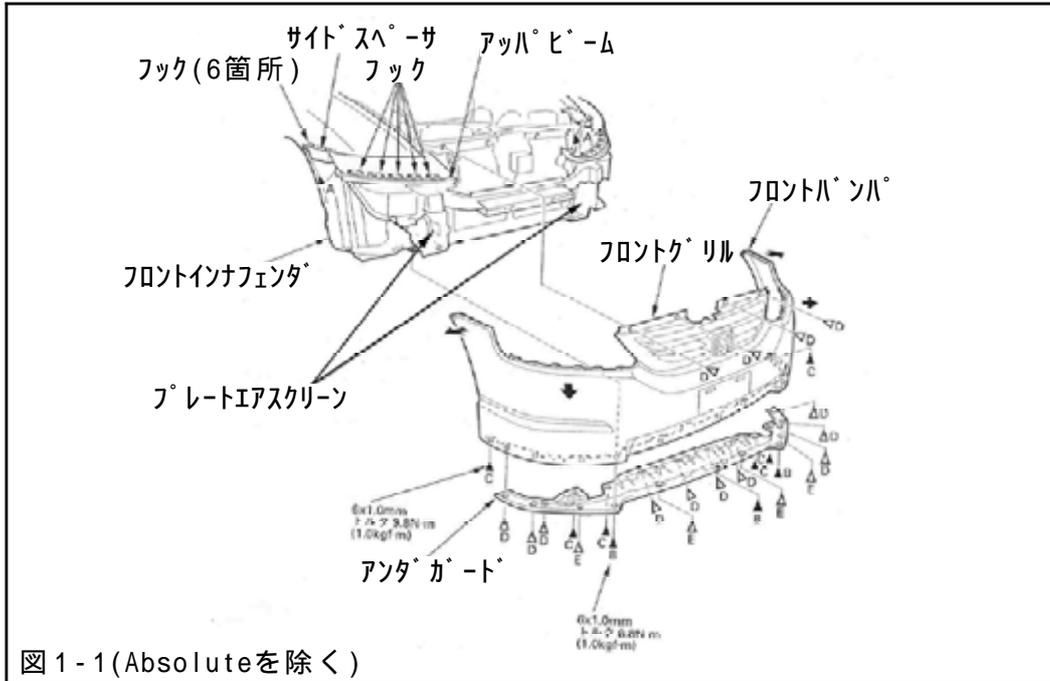
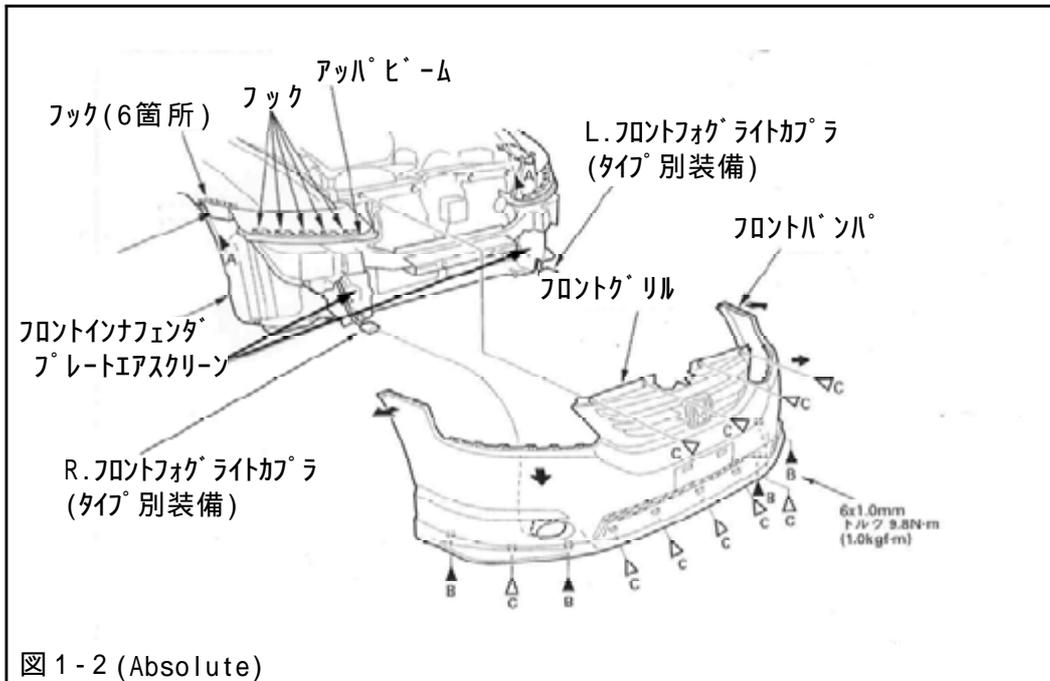

図1-1 (Absoluteを除く)
図1-2 (Absolute)
(1) アンダカバーを取外し、フロントバンパを取外してください。(図1-1, 図1-2)
(2) プレートエアスクリーンを左右共取外してください。(図1-1, 図1-2)